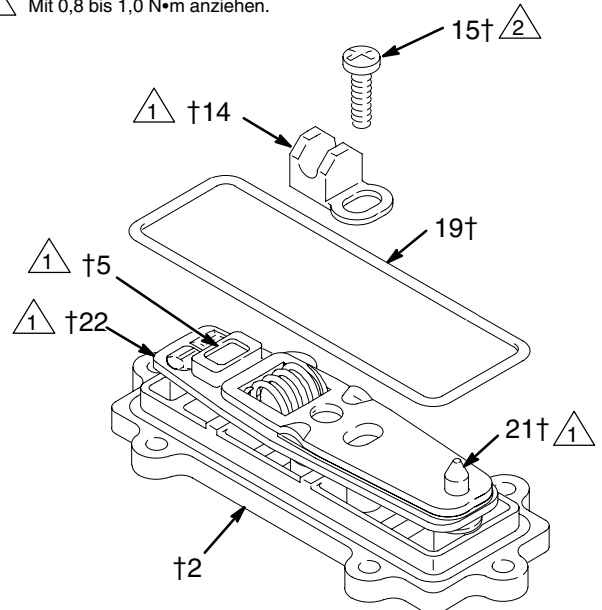

Abb. 12
8. Die Innenflächen des Sattels (14) einfetten und wie in Abb. 12 gezeigt installieren. Den Steuerplattensatz fest in dieser Stellung halten und die Schraube (15) eindrehen. Mit 0,8 bis 1,0 N•m anziehen. Den O-Ring (19) auf der Abdeckung (2) installieren.
- 1 Schmiermittel auftragen (26).